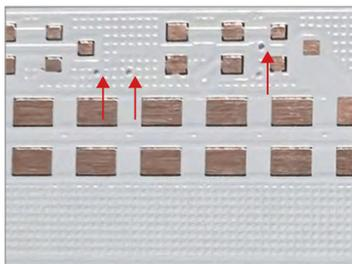

图 5-15 小网格间距印油异常
(2) 在阻焊工序，印刷阻焊油墨时，小网格中间油墨难以印下油墨，如图 5-15 所示，影响阻焊外观品质。